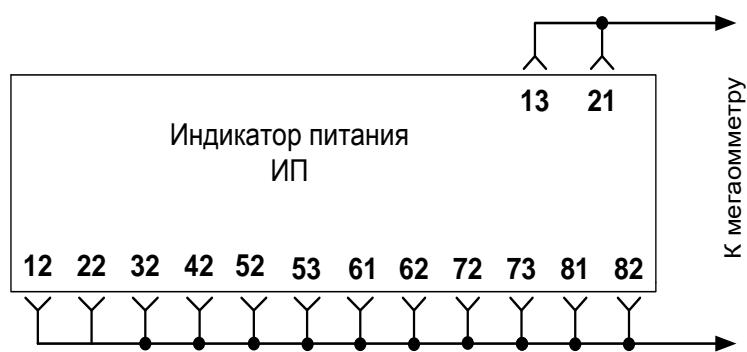

Рисунок 1
- б) установить на соединитель ИП технологический разъем с объединенными между собой контактами по схеме, приведенной на рис. 1.